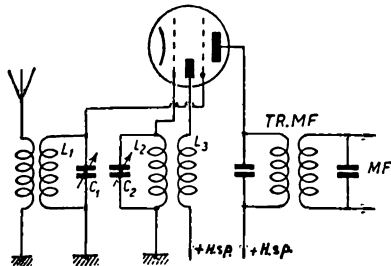

Fig. 94. Frequentie-omvorming door een dubbelroosterlamp met twee anoden, die alleen in het vindingrijke brein van Weetal bestaat...
W. — Daar steekt niets buitengewoons in, want er bestaan componenten voor elk der frequenties, die gesuperponeerd worden. Maar omdat je gehecht bent aan de bescherming van de onafhankelijkheid van de hoog- en midden-frequente plaatstroomen, kan ik je de lamp met vijf electroden van fig. 94 voorstellen. Het eerste rooster en de eerste anode (die erg klein is en den verderen doortocht van de meerderheid der electronen niet verhindert) worden met den oscillator verbonden. De antennetrillingen worden aan het tweede rooster aangesloten en in den plaatkring vinden wij uiteindelijk den midden-frequenten stroom.